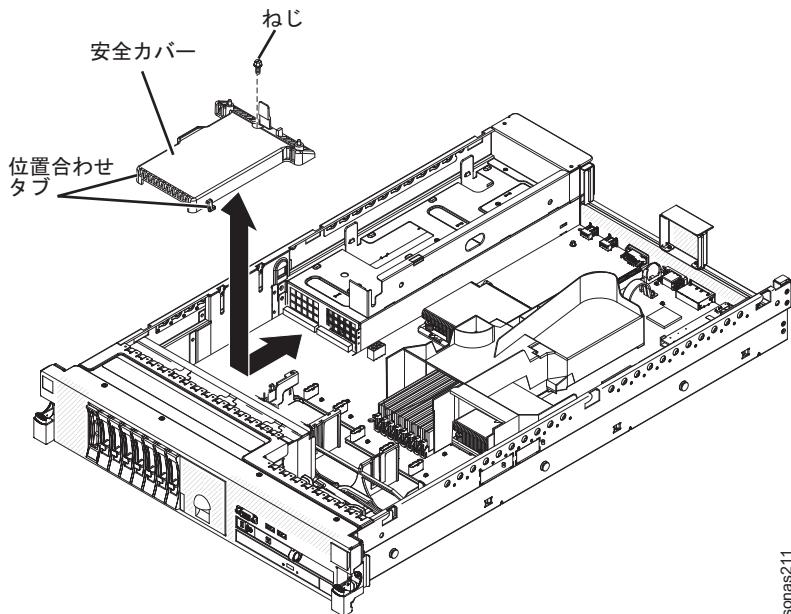

図 47. 240 VA 安全カバー
6. 安全カバーからねじを取り外します。図 47 を参照してください。